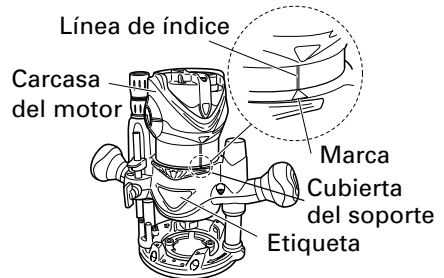

Fig. 2
- (1) Coloque la base de penetración con la etiqueta hacia adelante. (Fig. 2)
- (2) Inserte la carcasa del motor haciendo coincidir la marca de la cubierta del soporte con la línea de índice de la carcasa del motor. (Fig. 2)